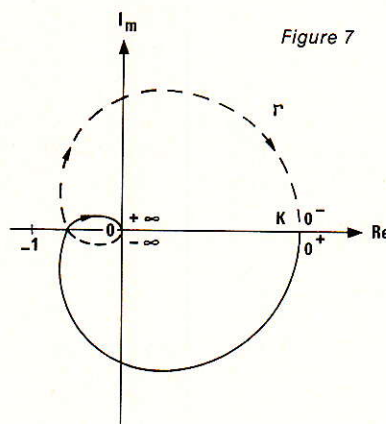

Figure 7
- la transformée du demi-axe 0^+ , $+\infty$ est le lieu de Nyquist de $T(j\omega)$ pour ω croissant de 0^+ à l'infini (figure 7).
• si $T(p)$ n'admet aucun pôle à l'origine, $T(0)$ est le gain K , et la transformée du cercle infiniment petit 0^- , 0^+ , est le point K de l'axe des réels. Le contour (Γ) devient alors celui de la figure 7.